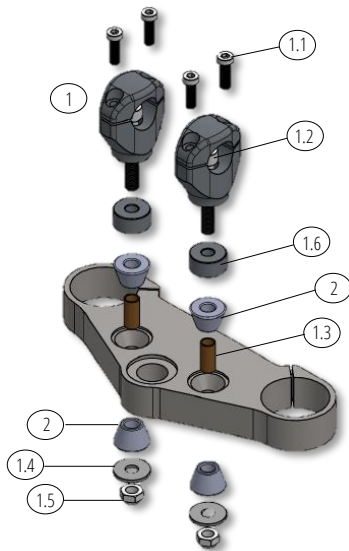

Fig. 2
4. Atornille los tornillos M8x25 alternativamente, de forma homogénea y finalmente apriételes con un par de apriete de 25 Nm. La distancia "X" debe ser la misma en ambos lados (Fig. 2).